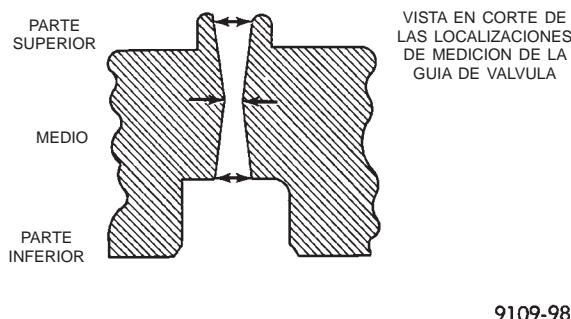

Fig. 103 Verificación del desgaste en la guía de válvula —Característico
(1) Retire los depósitos de carbón y barniz del interior de las guías de válvula con un limpiador de guías confiable.
(2) Con un calibre para orificios pequeños y un micrómetro, mida las guías de válvula en 3 partes: superior, medio e inferior (Fig. 103). Para informarse sobre las especificaciones, consulte el Cuadro de especificaciones de las guías de válvulas. Reemplace las guías si éstas no estuvieran dentro de las especificaciones.